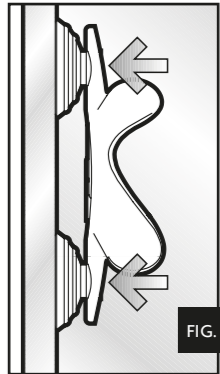

FIG. 3
- Clean the glass surface from algae etc. and press the suction cups firmly against the glass wall of the aquarium (fig. 3). Allow the heater to acclimatise to the temperature of your aquarium for about 30 minutes before plugging it in.
- Enlever les algues de l'endroit choisi et y fixer le chauffe-eau. Presser fermement les ventouses contre le verre pour les faire adhérer à la paroi de l'aquarium (fig. 3). Attendez 30 minutes avant de brancher la prise pour permettre au chauffe-eau de s'acclimater à la température de l'aquarium.
- 2- verwijder alg, aanslag en andere vervuiling van het glas en duw de houder met zuignappen stevig tegen het ruit aan (afb. 3) Plaats de verwarmingsstaaf in de houder, het erop dat ie diep genoeg onder water is, wacht met het aanzetten ongeveer 30 minuten daarmee zich het thermostaat kan aanpassen aan de water temperatuur.
- 2- Quite las algas del lugar elegido y fije ahí el termocalentador. Apriete firmemente las ventosas contra el cristal para que se adhieran a la pared del acuario (fig. 3) Espere 30 minutos antes de conectar el enchufe para que el termocalentador se adapte a la temperatura del acuario.